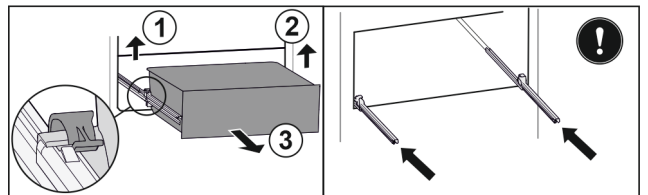

Fig. 144
- Sollevare il morsetto sinistro e allo stesso tempo tirare in avanti il cassetto sinistro. Fig. 144 (1)
- Sollevare il morsetto destro e allo stesso tempo tirare in avanti il cassetto destro. Fig. 144 (2)
- Rimuovere il cassetto tirandolo in avanti. Fig. 144 (3)